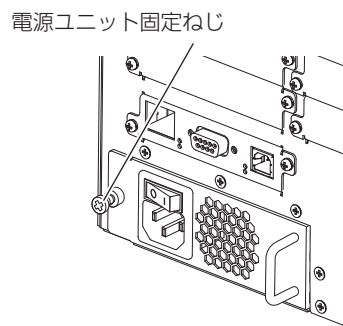

図3
3) 電源ユニット固定ねじ（1 本）をプラスドライバーでしっかりと締めつける（図 3）